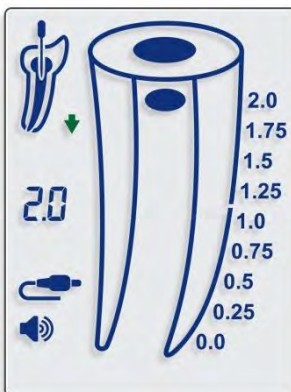

Abb. 7
7.4.11. Feile mit gleichmäßigen Vorwärtsbewegungen vorschieben. Der Feilenvorschub in Richtung Foramen wird anhand farbiger Segmente im Wurzelkanalbild auf dem Display angezeigt und von Signaltönen unterschiedlicher Frequenz begleitet. Unter dem Zahnbild werden die numerischen Messwerte 2.0, 1.75, 1.5, 1.25, 1.0, 0.75, 0.5, 0.25, 0.0 (Foramen) oder OVER angezeigt (Abb. 7–11).